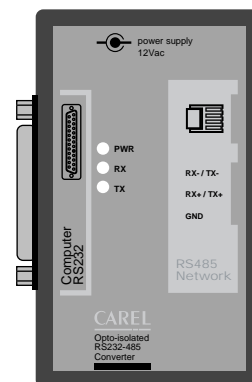

Fig. 1
3. Collegare il cavo telefonico uscente dallo sportellino IR con il connettore telefonico all'interno del Datalogger (vedi Fig. 1).